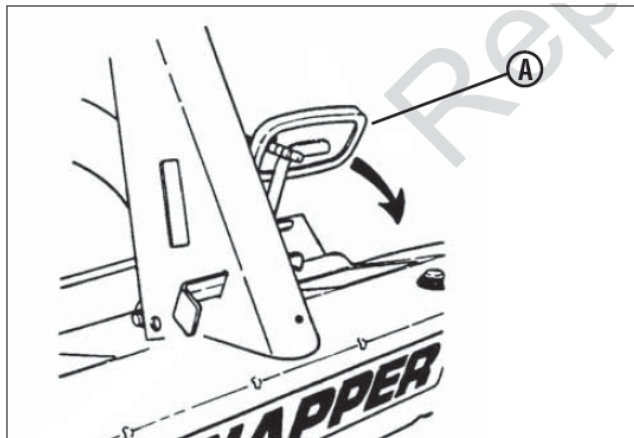

Рис. 14. Нажатие педали сцепления / тормоза
1. Остановить движение райдера можно, нажав педаль сцепления / тормоза (А, рис. 14) до упора, чтобы задействовать тормоз.